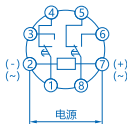
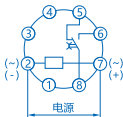

图5 JSZ3A-接线图
图11 JSZ3R(220V/380V/DC24V)接线图
5.1 产品的接线图：见图5～图11，工作时序图：见图12。